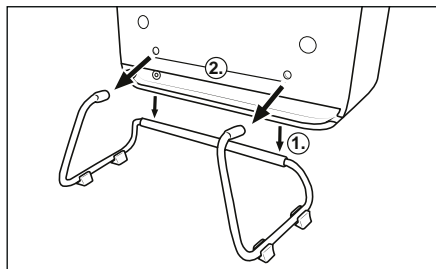

Fig. 2
- ◆ Așezați aparatul pe suport ❶ și ghidați cele două găuri ale aparatului în elementele de sprijin ale suportului ❶ (a se vedea fig. 2).